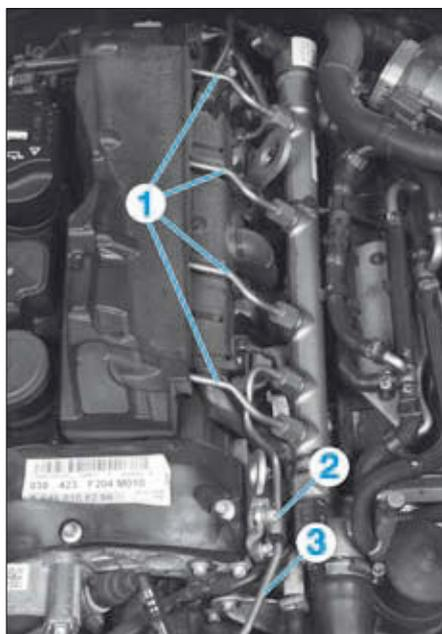

FIG. 37
- Déposer (Fig.37) :
- les canalisations (1) entre les injecteurs et la rampe commune,
- la vis (2),
- la canalisation (3) entre la rampe commune et la pompe haute pression.